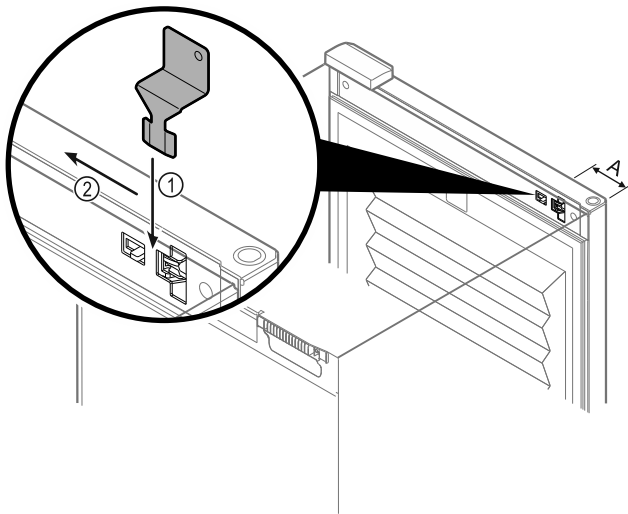

Fig. 133
- ▶ Поставете ключа за аварийно отключване на предвиденото място Fig. 133 (A) ≈ 100 mm.
- ▶ Вкарайте ключа за аварийно отключване между вратата и корпуса на уреда отгоре до упор Fig. 133 (1).
- ▶ Изтеглете ключа за аварийно отключване по посока на страната на пантите Fig. 133 (2).